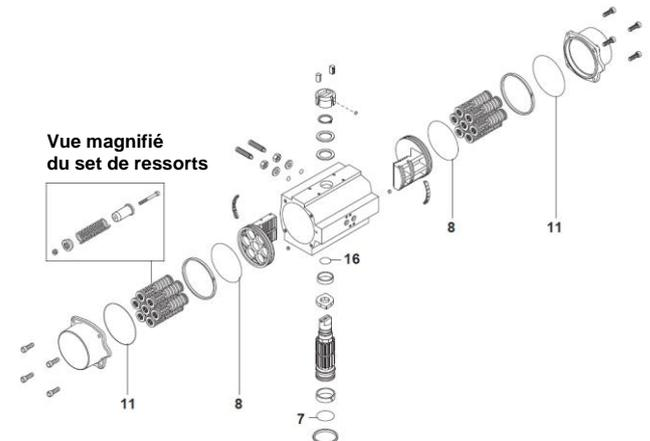

Fig. 6 BVA300 série
- Montez le pignon (3) dans le corps (1) par le dessous. Si le pignon apparaît à travers l'intérieur du corps, assemblez l'arrêt du pignon (12) et le support du pignon supérieur (10) à ses positions correctes.
- Montez la rondelle de pignon tendre (15), la rondelle de pignon métallique (14), la rondelle de glissement (13) et l'indicateur de position (21, 22 et 27) à la partie supérieure du pignon.
- Montez les deux pistons, en vérifiant qu'ils s'engagent en même temps en tournant le pignon (3) au sens horlogique pour des servomoteurs normalement fermé, et au sens antihorlogique pour des servomoteurs normalement ouvert.
- Montez les embouts du servomoteur (4) et serrez les boulons (20) en séquence. Vérifiez que les positions ouvertes et fermées coïncident avec la position indiquée à la partie supérieure de la pignon (voir figure 6).